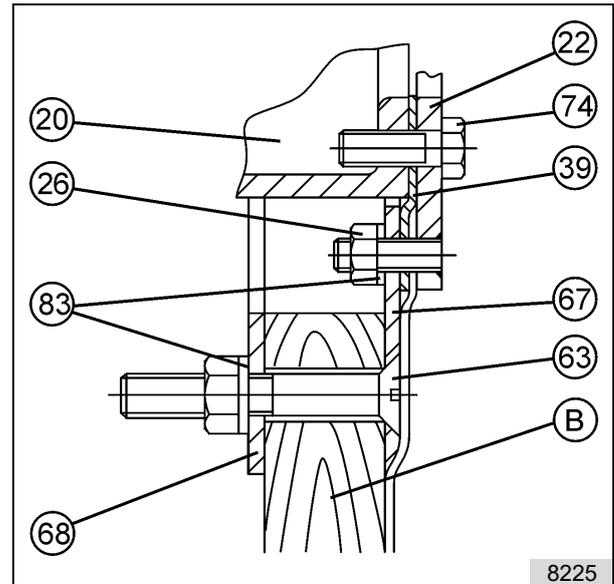

Abb. 18: Detail aus Abb. 17
- N* Detail siehe Abb. 18
Den Einbausatz (92) am Klemmring (22) mit den Schrauben (74) montieren. Siehe auch Detail „N“ in Abb.18.